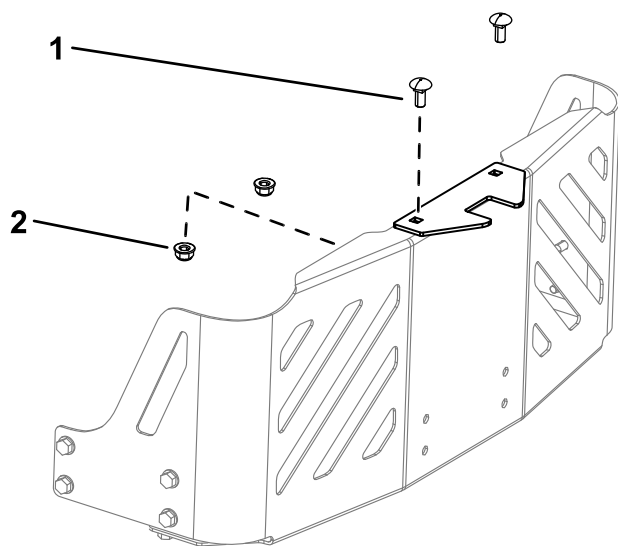

Figura 10
1. Instale o suporte estabilizador no resguardo do motor utilizando dois parafusos de carroçaria (5/16 x $\frac{3}{4}$ pol.) e duas porcas de bloqueio (5/16 pol.) (Figura 10).